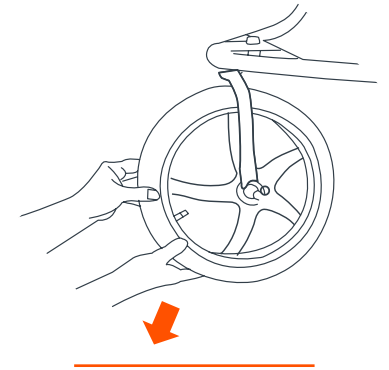

Fig. 20
- 20) • Levante la parte delantera del cochecito hacia arriba y tire hacia abajo en la rueda para asegurar su conexión (Fig. 20).